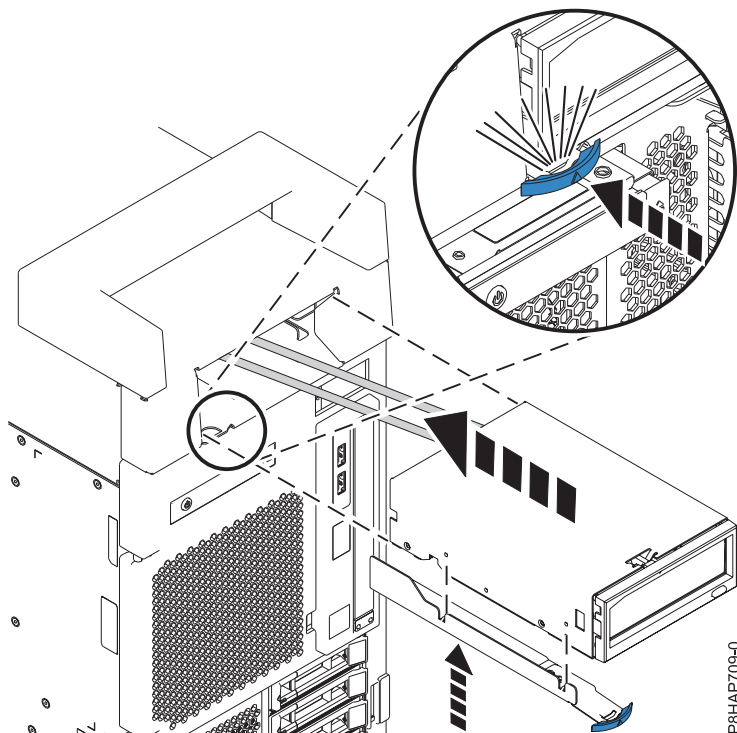

図 64. RDX 内部ドッキング・ステーションの取り付け
4. デバイスをスライドさせてシステムに入れ、所定の場所にロックされるまで、示されている方向にラッチを押します。 82 ページの図 64 を参照してください。